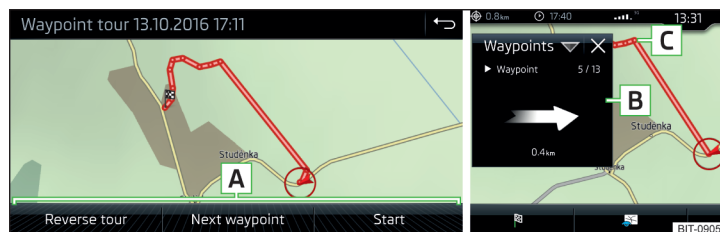

Fig. 233 Visualización de un itinerario de los puntos recorridos / Recorrer un itinerario de los puntos recorridos
- ▶ Seleccionar uno de los siguientes menús **A** » fig. 233.
Durante el recorrido de un itinerario de los puntos recorridos aparece en la ventana adicional **Puntos del recorrido** la visualización de la dirección, así como la distancia hacia el próximo punto recorrido, el número continuo del próximo punto recorrido, y la cantidad total de los puntos recorridos [B] » fig. 233.
“Se” “reduce” sucesivamente el itinerario de los puntos recorridos de la posición del vehículo hacia el próximo punto recorrido [C] » fig. 233.
- > Visualización del itinerario de los puntos recorridos » fig. 233 de la pág. 206